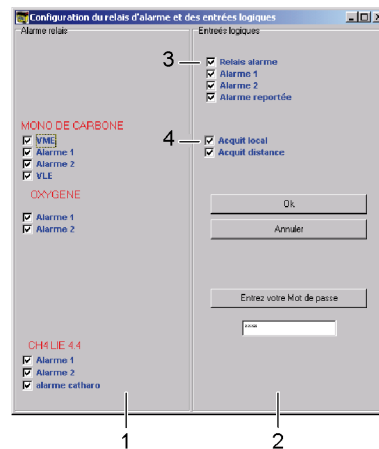

Figure 45 : la fenêtre de configuration du relais d'alarme et des fonctions logiques
- Paramétrer les sorties relais et les entrées logiques en cliquant les coches concernées (Figure 45).